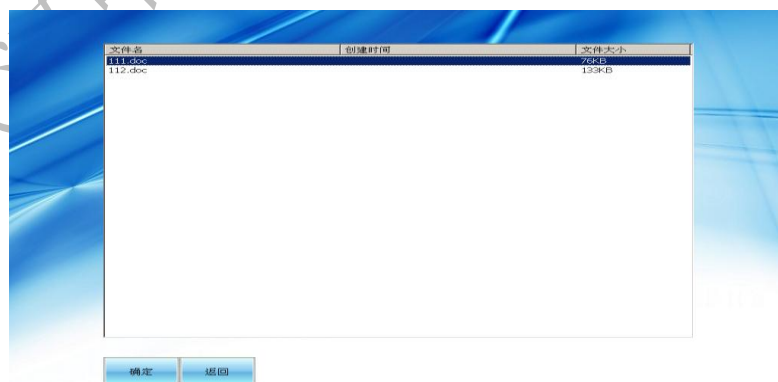

图 4.11
4.8 报告预览（图 4.11）
对扫查的报告进行浏览，打印等，点击**报告浏览**按钮, 弹出如图 4.11 所示的对话框。
按 **退出系统** 按钮, 系统即会弹出提示框, 如图 4.11 所示: